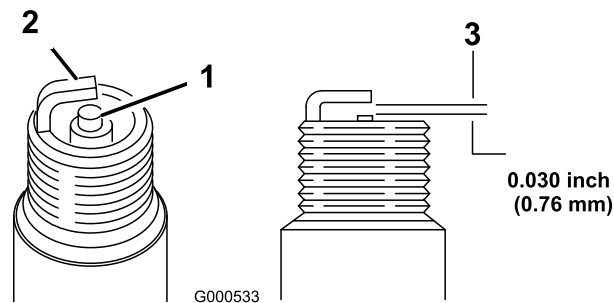

Figura 19
5. Ajuste la distancia entre los electrodos a 0,76 mm, según se muestra en Figura 19.